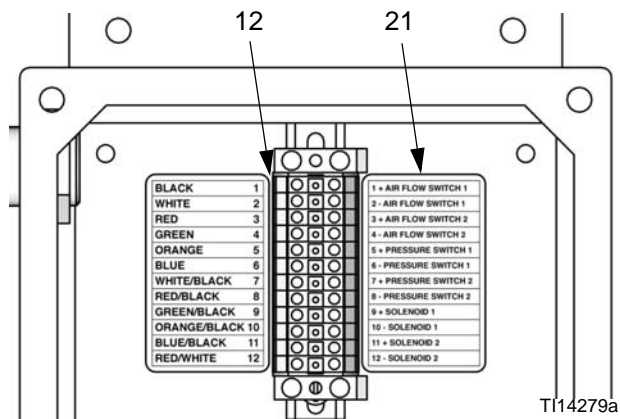

図 6。圧カスイッチを端子ストリップに接続して下さい。
2. ラベル（21）に示されるように、PS # 1からのワイヤを端ストリップ（12）ピン 5（+） & 6（-）の右側に接続して下さい。図 6 および 表 1 を参照して下さい。
3. ラベル（21）に示されるように、PS # 2からのワイヤを端ストリップ（12）ピン 7（+） & 8（-）の右側に接続して下さい。図 6 および 表 1 を参照して下さい。